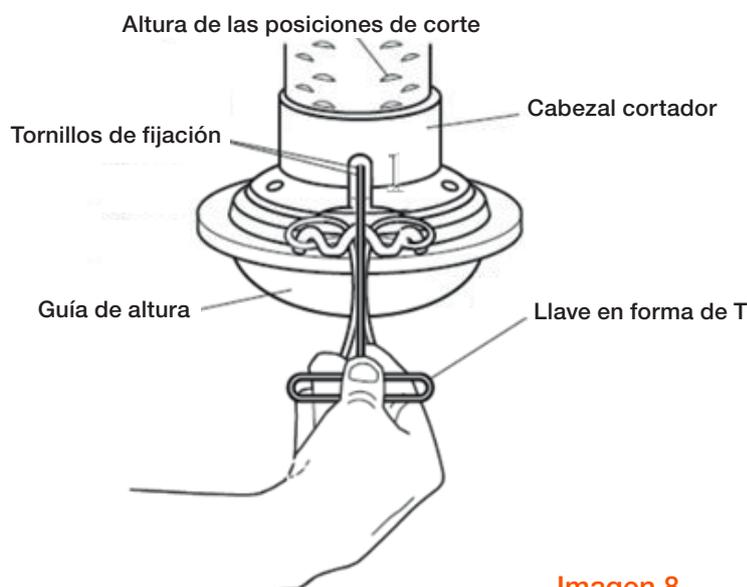

Imagen 8
- **CÓMO SELECCIONAR LA ALTURA DE CORTE:** Antes de ajustar la altura de corte, detenga el motor. Espere a que todas las partes en movimiento se detengan. Permita que el motor se enfríe y desconecte el cable de la bujía. La altura de corte se puede ajustar de 38-76 mm. La altura de corte recomendada es de 51 mm. Use la llave T, que se encuentra en una bolsa de piezas, para aflojar los (2) tornillos de fijación. (Ver imagen 8).